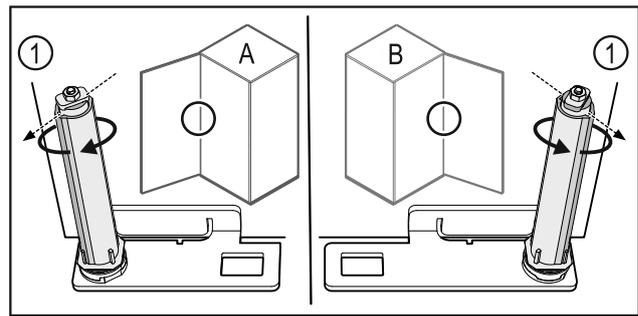

Fig. 60 左门挡(A) / 右门挡(B)
- ▶ 克服阻力转动关门系统，直至关门系统 Fig. 60 (1) 的连接片朝外。